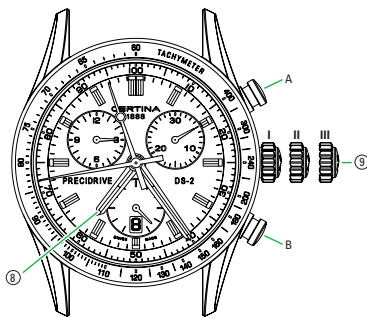

Fig. 1
**Lecture du temps (selon exemple Fig. 1)**
**Lecture du temps 1 (selon Fig. 1)**